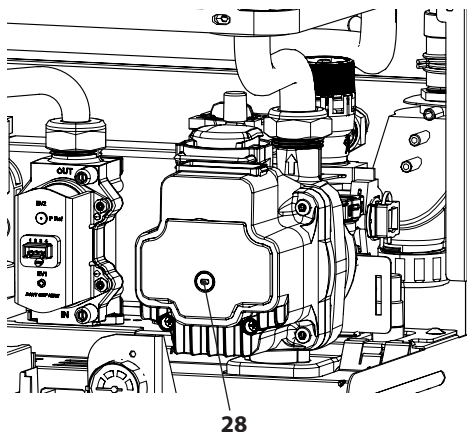

Figura 9.15
- Togliere il tappo 28 in Figura 9.15 e sbloccare la pompa ruotando il rotore con un cacciavite. Durante questa operazione sfiatare la pompa.